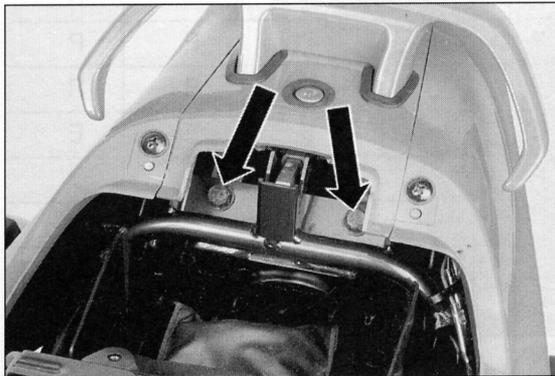

Bild 9
- Zwei Befestigungsschrauben ausdrehen und Haltegriff abnehmen (Bild 9).